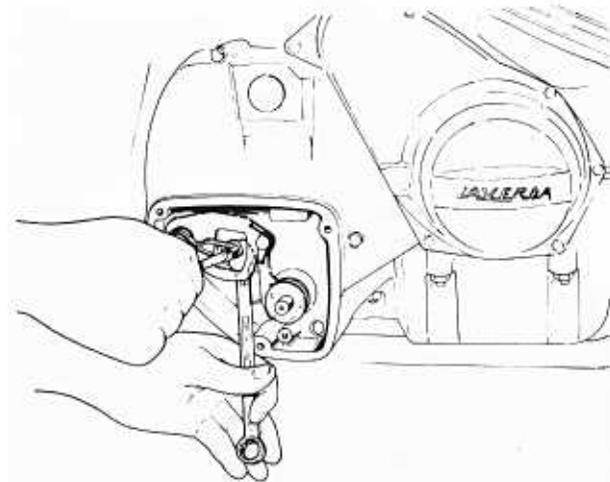

Bild 146
- Die Exzentrerschraube ist mit einer Mutter gesichert (Bild 146). Für die Einstellung eignen sich der 4. und 5. Gang am besten, doch muss nachher die Einstellung in allen Gängen geprüft werden. Für die Einstellung muss der äußere Deckel nicht angebaut werden, da sich der Fußschalthebel auch ohne Deckel ansetzen lässt. Bei ungenauer Einstellung lässt sich der Leerlauf nur schwer einlegen.